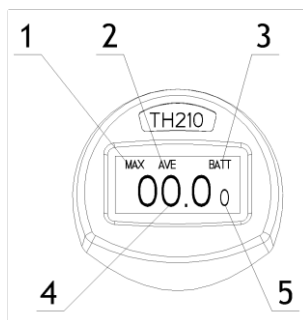

Рисунок 7
Дисплей используется для отображения результатов, а так же рабочего состояния прибора. Дисплей разделен на 5 зон отображения следующим образом (См. рисунок 7).
7.4 После проведения измерений на стенде (См. Рисунок 7) необходимо закрыть крышку разъема во избежание попадания пыли внутрь.